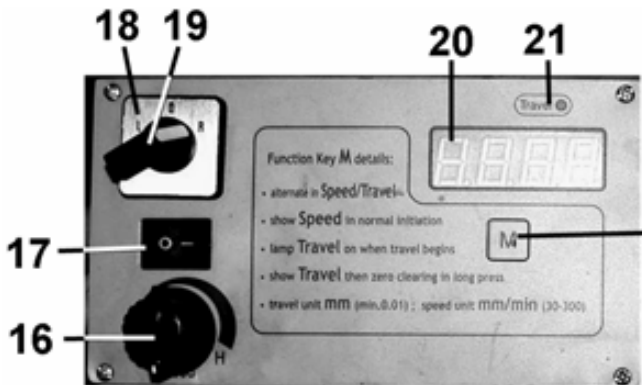

Рис. 8
- 7. 9. Установите и закрепите ограничители (14), которые при достижении концевых выключателей (15) обеспечивают остановку перемещения рабочего стола (2).
8. ПОДГОТОВКА К РАБОТЕ (Рис. 8)
9. ОРГАНЫ УПРАВЛЕНИЯ И КОНТРОЛЯ (Рис. 8)